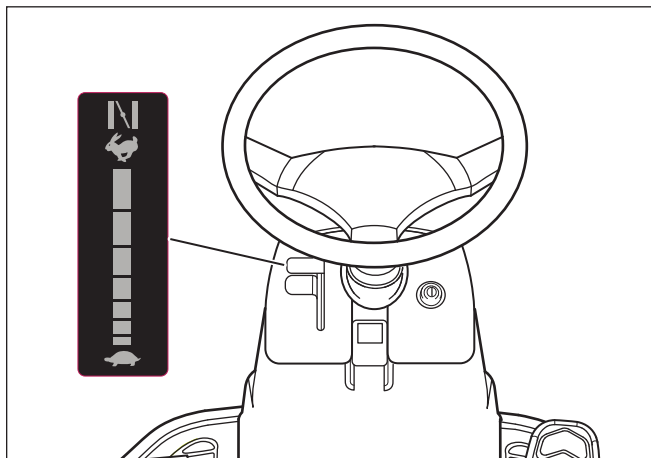

Figura 8
1. Spostare il comando della farfalla/valvola dell'aria completamente in avanti alla posizione VALVOLA DELL'ARIA per avviare un motore freddo (vedere Figura 8).
3. Spostare il comando della farfalla sulla posizione VELOCE (vedere **Figura 8**).
2. Spingere il comando di rotazione lame in giù alla posizione di DISIMPEGNATO (vedere **Figura 8**).
5. Spostare il comando della farfalla sulla posizione LENTO (vedere **Figura 8**).
3. Spostare il comando della farfalla su una posizione intermedia tra LENTO e VELOCE (vedere **Figura 8**).